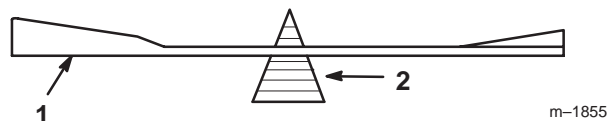
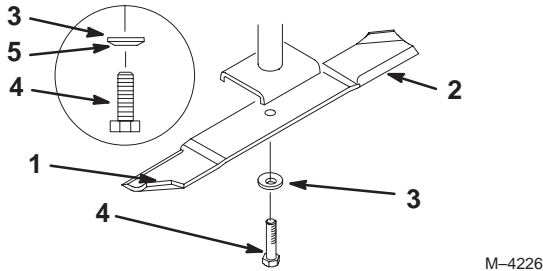

Figure 37
Figure 38
1. Tenez la lame à son extrémité avec un chiffon ou un gant épais. Retirez le boulon, la rondelle élastique et la lame de l'axe de la lame (Fig. 38).
2. Vérifiez l'équilibre de la lame en la plaçant sur un équilibreur (Fig. 37). Si la lame reste horizontale, elle est équilibrée et peut être utilisée. Si la lame est déséquilibrée, limez un peu l'extrémité de la partie incurvée seulement (Fig. 38). Répétez la procédure jusqu'à ce que la lame soit équilibrée.
1. Placez la lame sur l'axe (Fig. 38).
2. Installez la rondelle élastique et le boulon de la lame (Fig. 38). **Serrez le boulon de lame à 115–150 Nm (85–110 pieds-livre).**